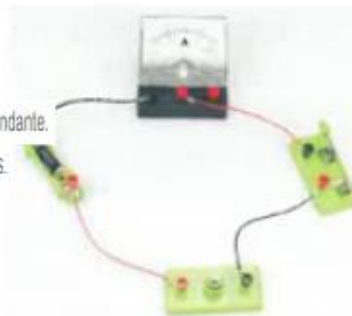

Figure 3-1
1. Comme le montre la figure 3-1, connectez le circuit pour mesurer le courant d'une ampoule et apprenez à lire les lectures d'ampèremètre.